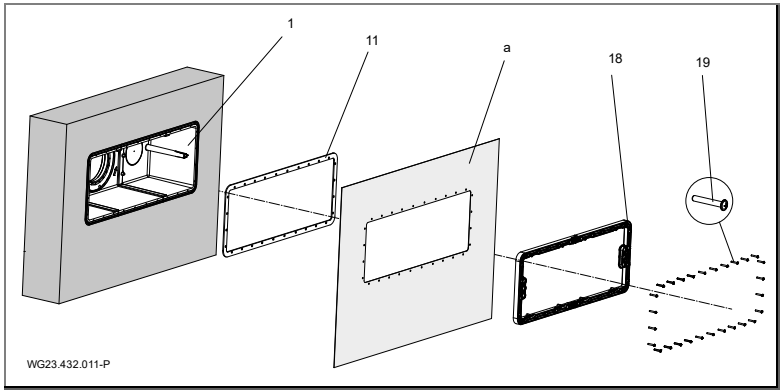

Fig. 7
Para la estanqueidad con la pared de hormigón recomendamos crear un anillo perimetral de resina epoxi/arena de cuarzo en la pared exterior del lado de la piscina de la carcasa (1). Ver "Fig. 7", página 25.